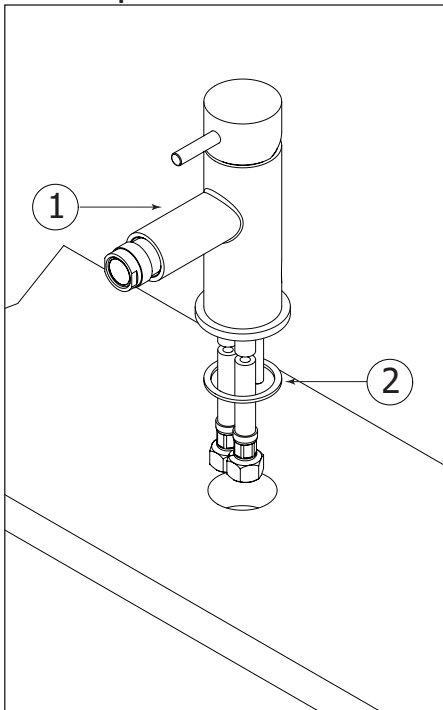

Fig.1
Place the rubber ring (2) against the faucet body and insert the faucet (1) into the hole of the basin or countertop as shown (fig. 1).
Placez la bague en caoutchouc (2) contre le bec. Insérer le robinet (1) dans le trou du lavabo ou du comptoir tel qu'illustré (Fig. 1).